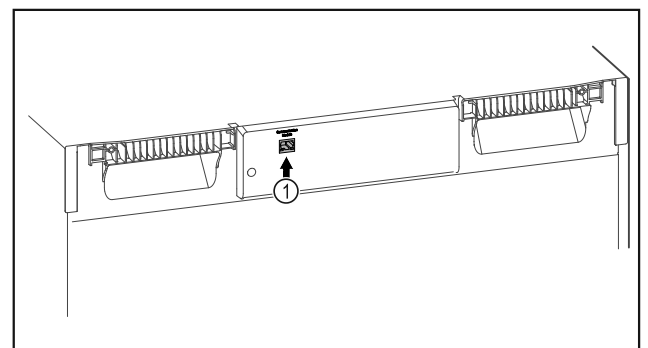

Fig. 110
- SmartModule Fig. 110 (1) on otettu käyttöön.